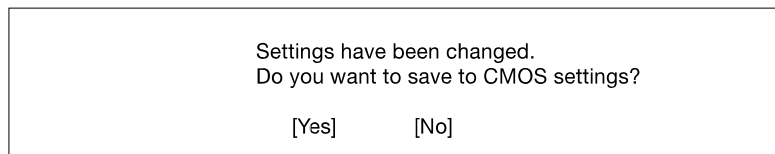

Abbildung 3-14 Bildschirm zum Beenden von Setup (Exit Setup)
6. Drücken Sie **Esc**, um wieder das Menü **System Security** anzuzeigen, und drücken Sie erneut **Esc**, um Setup zu beenden. Der Bildschirm **Exit Setup**, der in Abbildung 3-14 dargestellt ist, wird angezeigt.